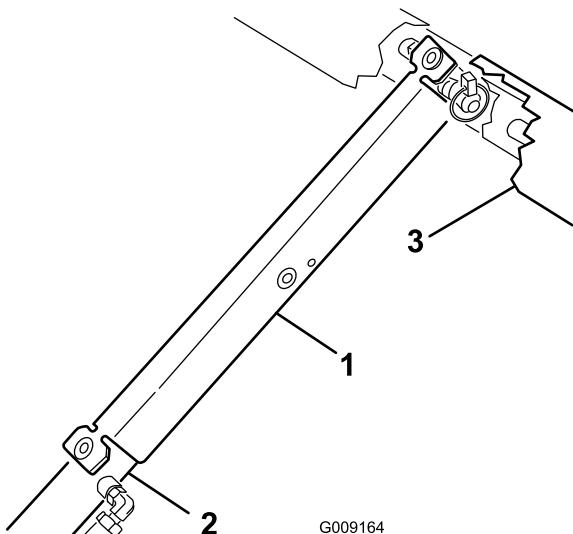

図 2
C. サポートをシリンダロッドにはめ込み、安全サポートの端部でシリンダバレルの端とシリンダロッドの端を確実に支える図 2。